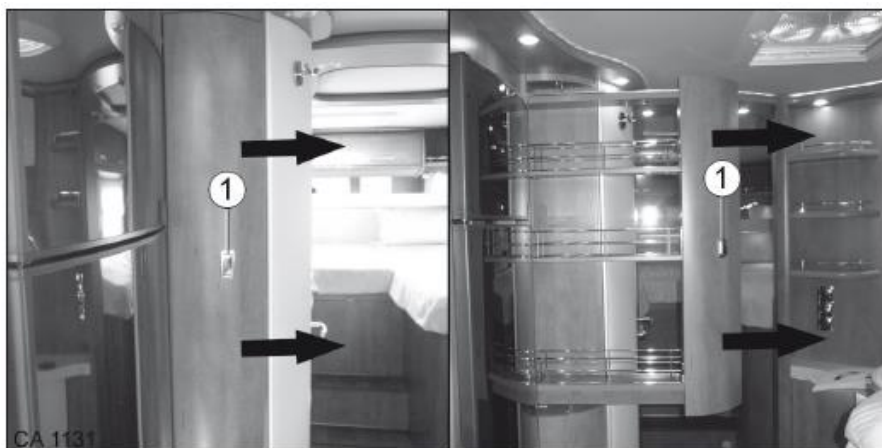

Fig. 98 Grand rangement coulissant variante 2
1. Ouvrir la fermeture push-lock (Fig. 98/1) (consulter le chapitre 6.12.2).
2. Fermer la fermeture push-lock (Fig. 98/1) (consulter le chapitre 6.12.2).